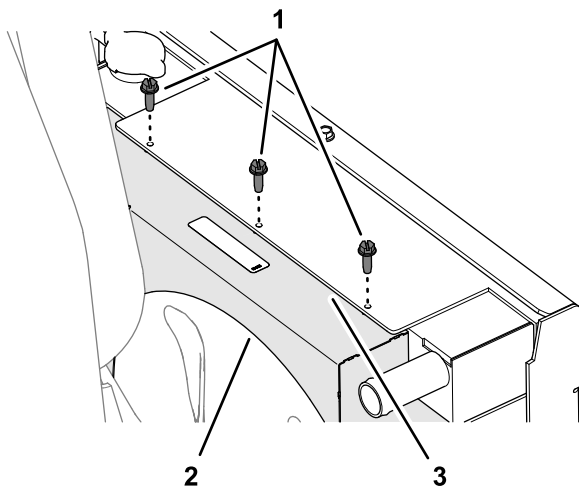

**Figura 35**
6. Allineate la copertura della ventola superiore alla macchina come mostrato in **Figura 35**.